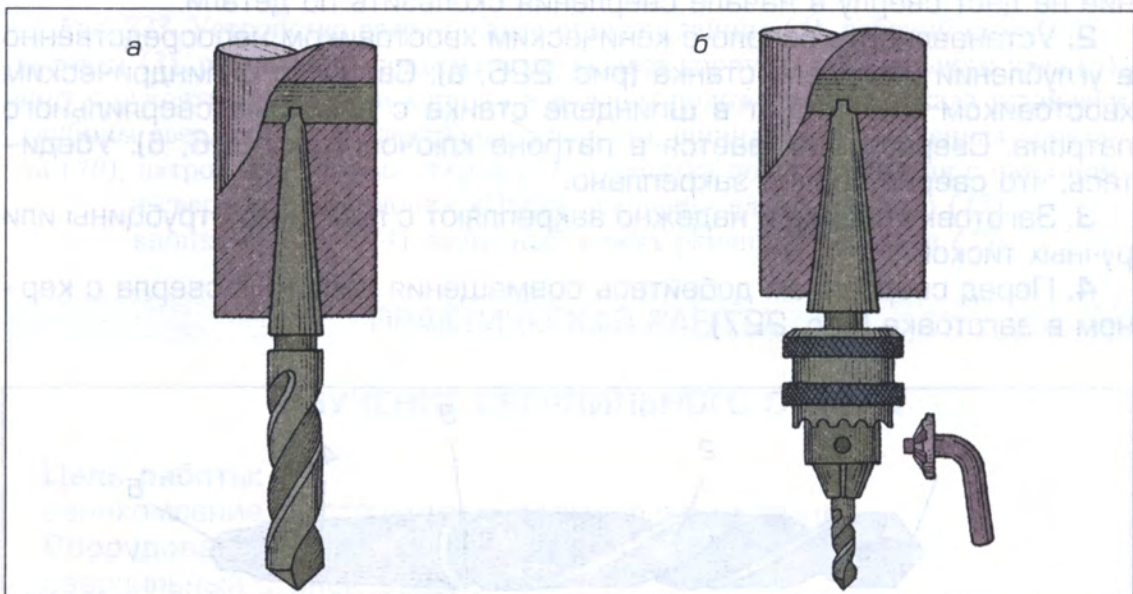

Рис. 226. Установка сверла с коническим хвостовиком в шпинделе (а)
2. Устанавливать сверло с коническим хвостовиком непосредственно в углублении шпинделя станка (рис. 226, а). Сверло с цилиндрическим хвостовиком закрепляют в шпинделе станка с помощью сверлильного патрона. Сверло затягивается в патроне ключом (рис. 226, б). Убедитесь, что сверло прочно закреплено.